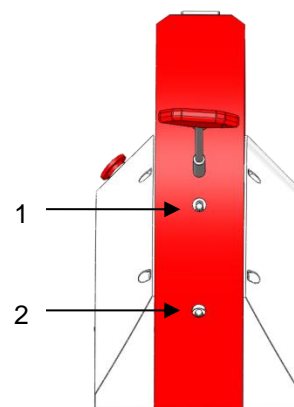

Abb. 8.05
- Die Schließhöhe der Gesenke kann mit einem 6-kant Steckschlüssel 8 mm im Sechskant (Abb. 8.05, Pos. 1) verändert werden, je nach Anwendungsbedarf:
- Der Rückhub kann mit einem 6-kant Steckschlüssel 8 mm im Sechskant (Abb. 8.05, Pos. 2) verändert werden, je nach Anwendungsbedarf: